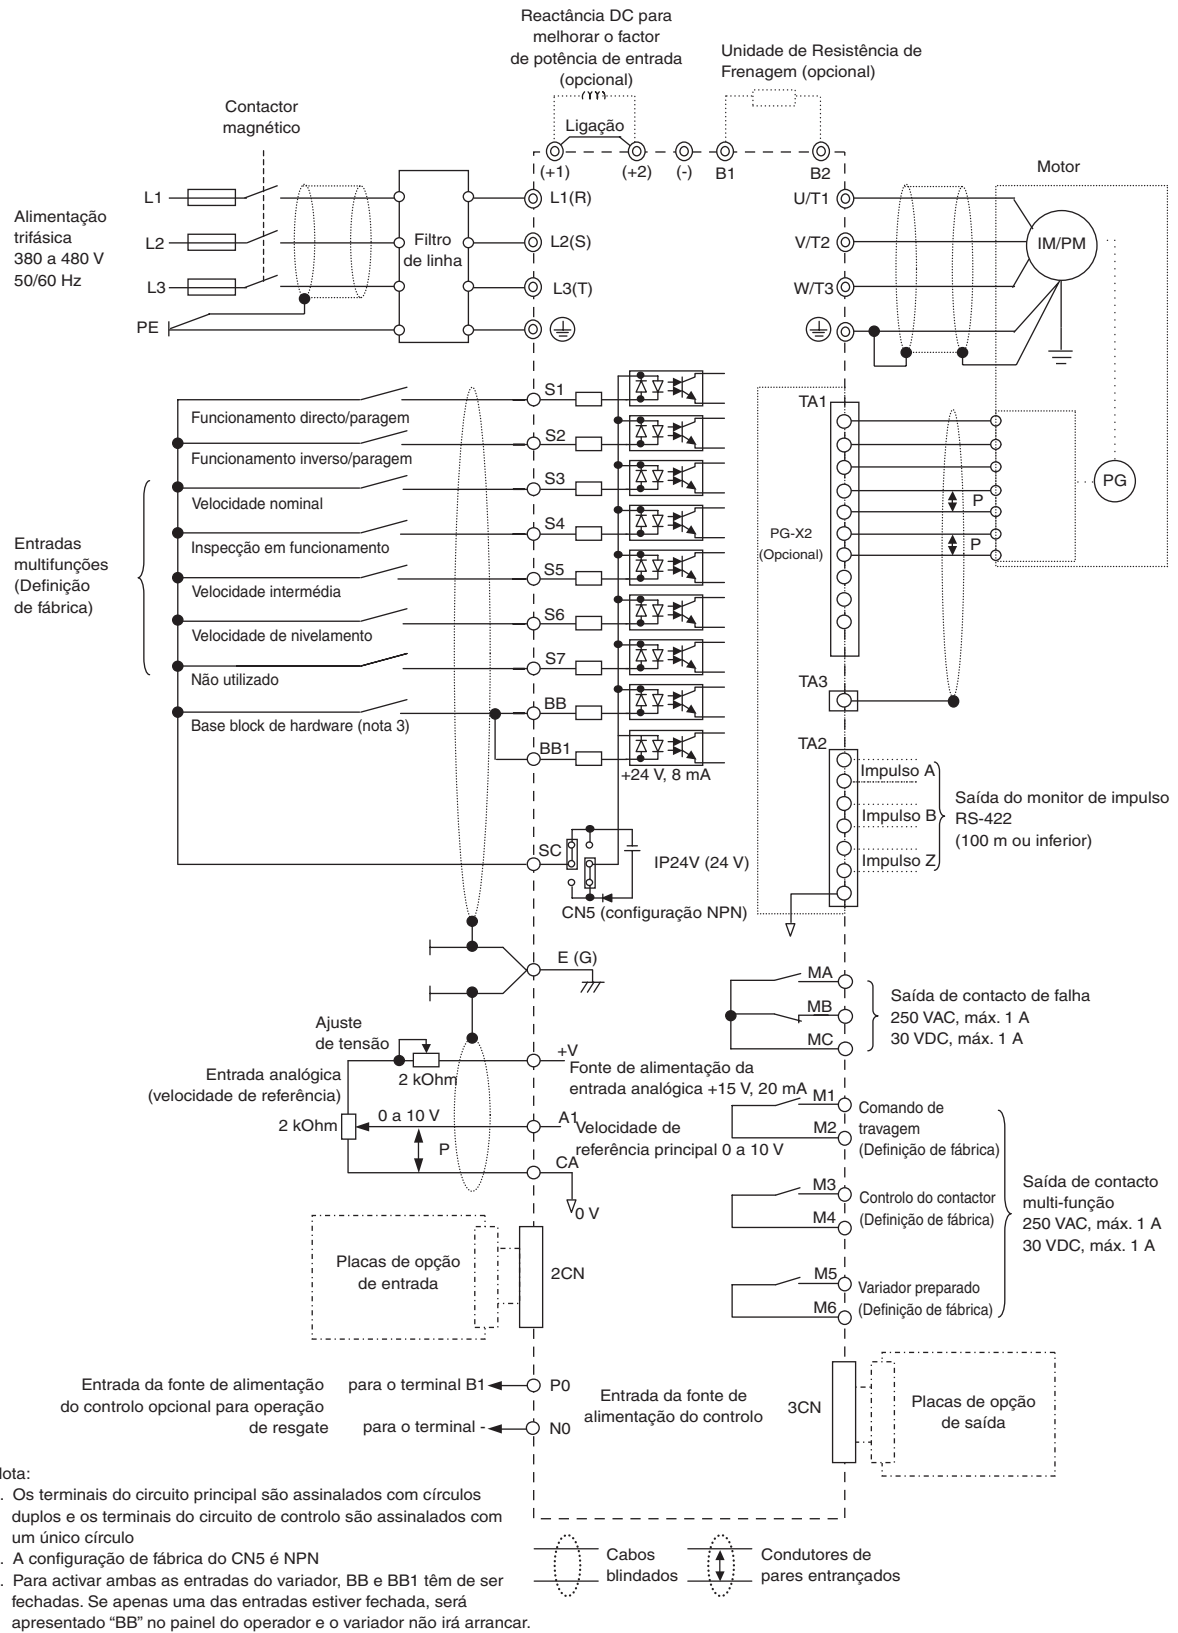

Fig 4 Diagrama de ligações
- Na Fig 4 a ligação das entradas digitais S1 a S7 e BB, BB1 é apresentada para ligação dos contactos ou transistores NPN (comum de 0V e modo NPN). Esta é a configuração predefinida. Para ligação dos transistores PNP ou para utilizar uma fonte de alimentação externa de 24V, consulte a Tabela 3.